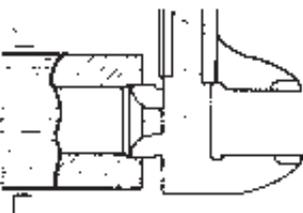

Fig. 7
c) Pare el torno, retire la herramienta en el sentido longitudinal, para medir con el calibre con nonio (Fig. 7).